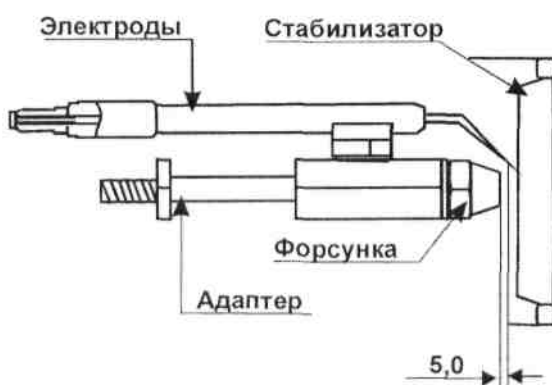

Рис. 39.2.
- в) расстояния между электродами и рабочей плоскостью форсунки  $5,0^{+0,1}$  мм (см. рис. 39.2.)